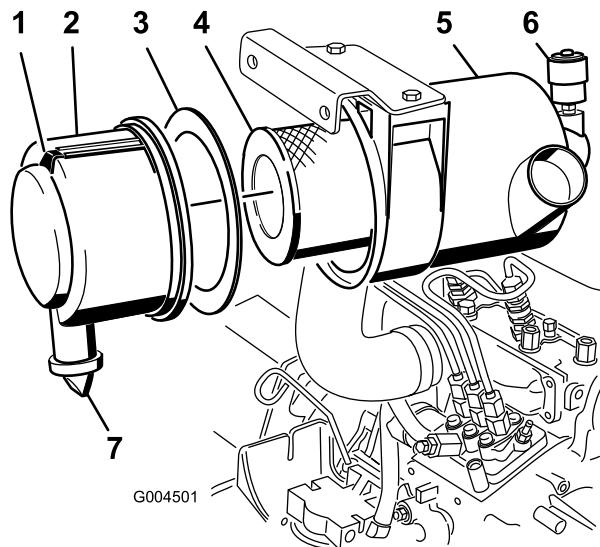

Figura 44
- Revise el filtro del limpiador de aire cuando el indicador del limpiador de aire se vea rojo (Figura 44) o cada 400 horas (más frecuentemente en condiciones extremas de polvo o suciedad). No limpie con demasiada frecuencia el filtro de aire.
1. Tire hacia fuera del enganche y gire la tapa del limpiador de aire en el sentido contrario a las agujas del reloj (Figura 44).
2. Retire la cubierta de la carcasa del limpiador de aire (Figura 44).
4. Retire y cambie el filtro primario (Figura 44).
6. Asegúrese de que la junta de gomaespuma está colocada en la tapa y que no está desgarrada ni dañada (Figura 44). Si está dañada, cámbiela.
A. Retire la válvula de salida de goma de la cubierta (Figura 44).
10. Reinicie el indicador (Figura 44) si se ve rojo.